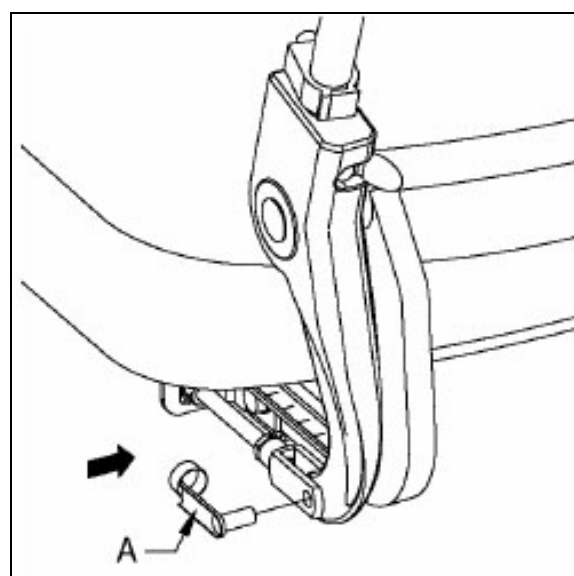

Figure 3.15
1. Dégagez le clip de fixation (A dans la fig. 3.15) de la barre de réglage.